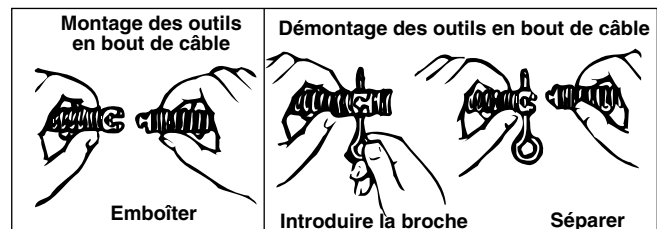

Figure 4 – Montage et démontage des outils
- Sélectionnez et montez l'outil approprié en bout du câble. Son raccord rapide s'emboîte directement sur celui du câble (Figure 4). Pour démonter l'outil du bout du câble, enfoncez le piston de verrouillage du raccord à l'aide de la broche fournie, puis séparez les raccords.